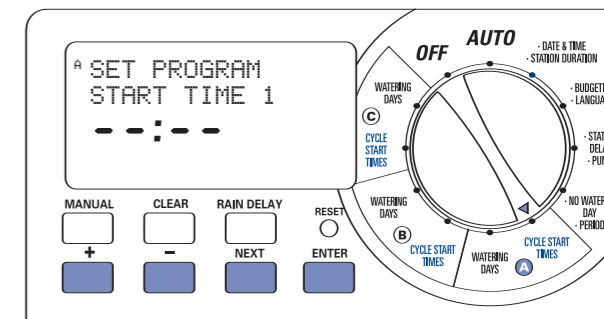

Figura 5: Impostazione dell'ora di inizio
- Portare il selettore in posizione **CYCLE START TIMES** (Ora inizio ciclo) per il programma che si desidera impostare. Il display visualizza A o B o C, a seconda del programma selezionato. [Vedere la Figura 5]